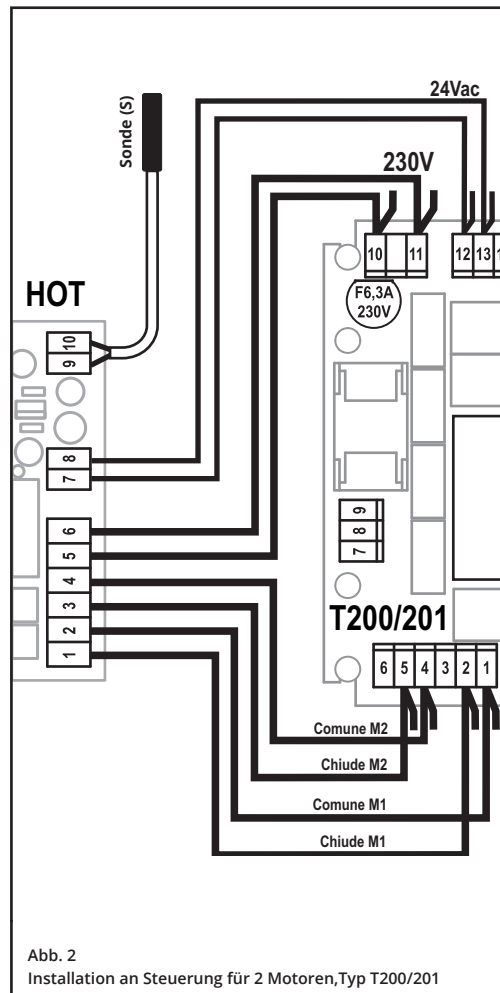
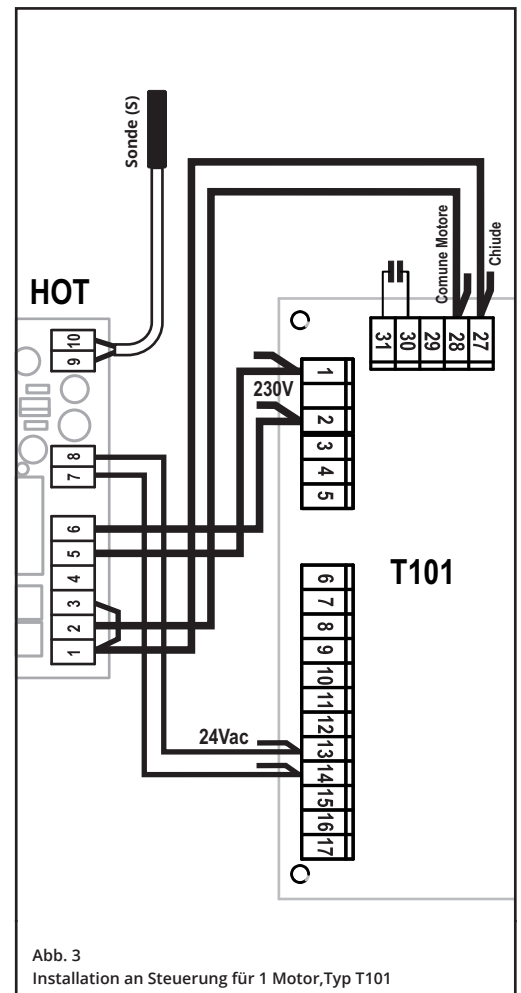

Abb. 2
Abb. 3
- Stellen Sie die verschiedenen Verbindungen her, indem Sie den Beispielen in Abb. 2 und Abb. 3 genau